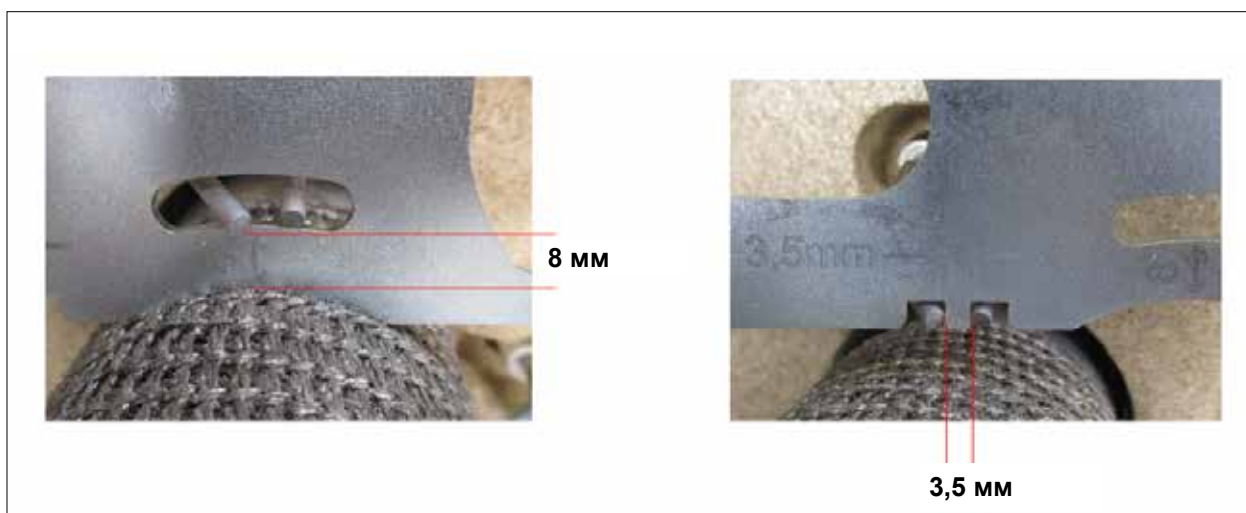

Рис. 5.15 Проверить зазоры запального электрода с помощью инструмента для технического обслуживания
- ▶ Проверить зазоры согласно Рис. 5.15.